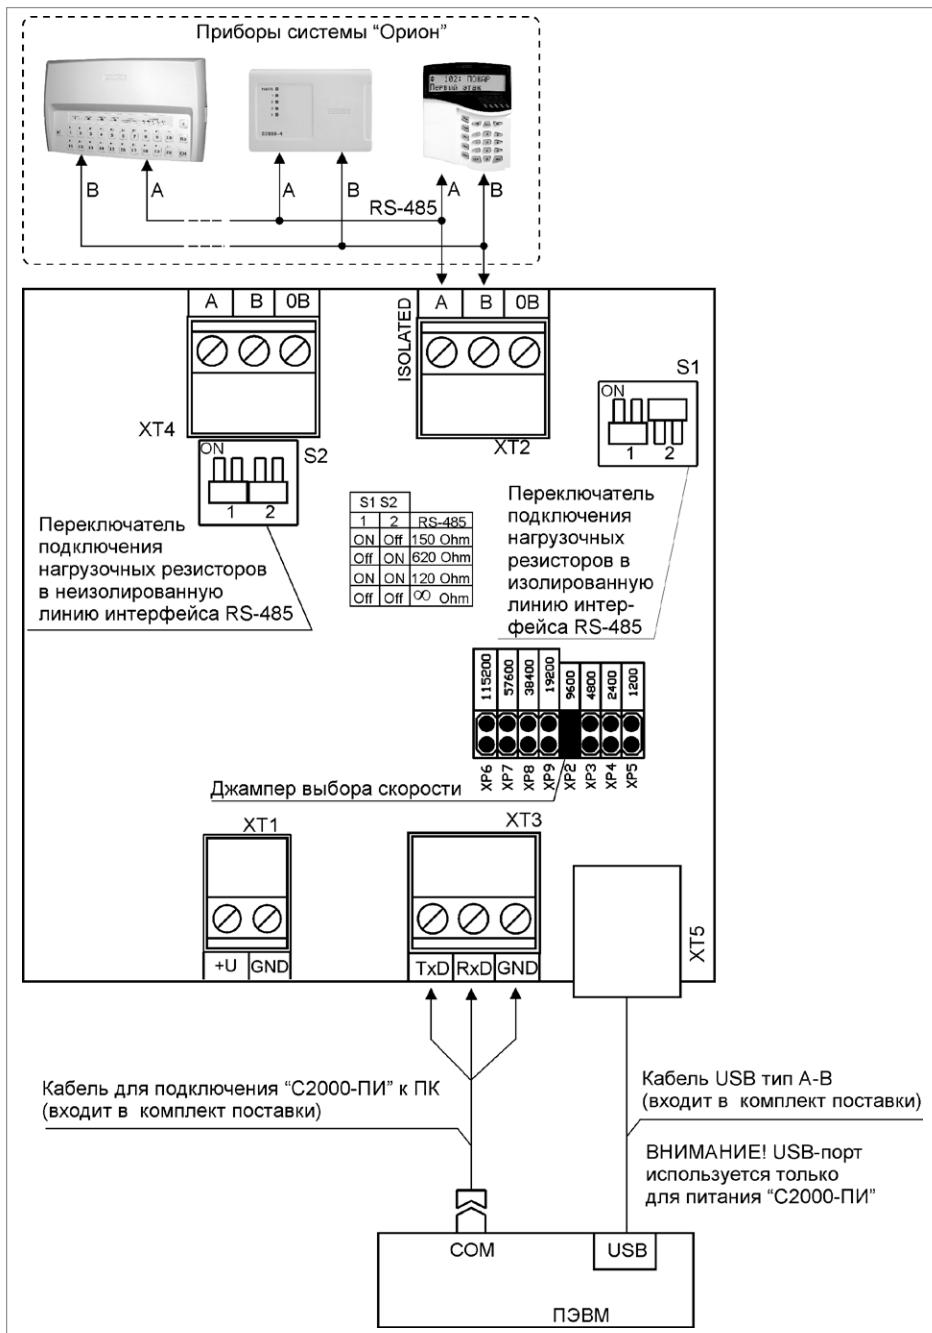

Рисунок 3. Схема внешних соединений «С2000-ПИ» в режиме преобразователя интерфейсов RS-232/RS-485
1.3. Подключите преобразователь в соответствии с проектной документацией и схемой на рис. 3.
- в режиме преобразователя интерфейсов RS-232/RS-485 (см. рис. 3),